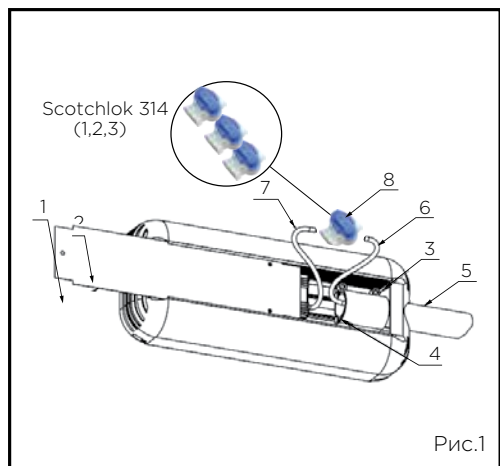

Рис.1
Для монтажа и подключения светильника «ДКУ» к электрической сети необходимо (рис. 1):
1. Закрепить ДКУ_кронштейн_01 (рис.1) на опору, столб, верхнее основание, стены и т.д. Для этого: